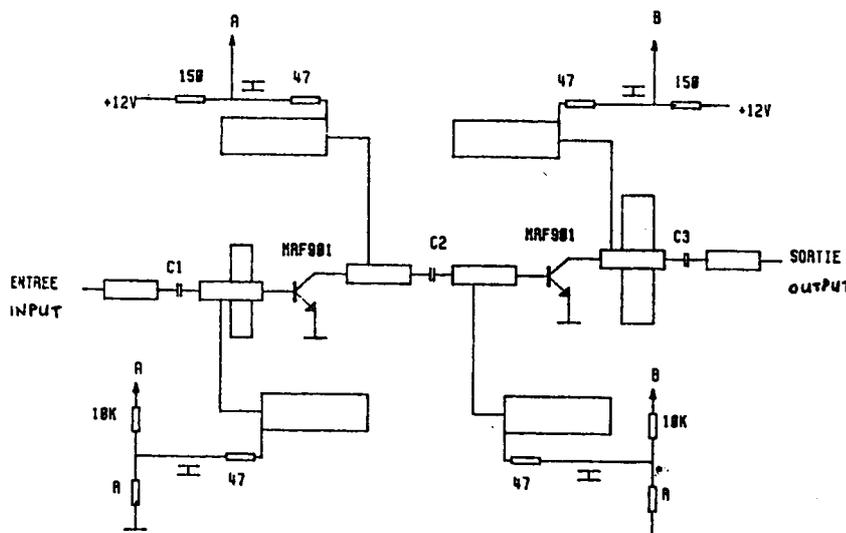

FIGURE 1:
E. This assembly, using standard components, can be used indifferently in transmitting or receiving. Diagram is given Fig. 1. Substrat is epoxy 16/10 double faced copperclad. The none pictured face stays entirely copperplated. Source and charge impedances are 50 Ohms. Under these conditions gain is around 22 dB and noise figure about 4dB. Printed lines permit wideband impedance matching without adjustments. This amplifier will therefore need to be preceeded and/or followed by filters if elimination of unwanted products is desired. It was judged better to separate filtering problems from amplification ones as it is easier to tune filters between the wellknown impedances (generally 50 ohms). Random use of filtering elements in a assembly (quarter wave and V.C. at end as example) maybe permits to realize an oscillator in some cases but rarely to obtain a reproducable stable amplifier. Resistances are wired on the copperplated face. Bypasses go through the pcb. 47 Ohms resistances stabilize unconditionally the amplifier. 73's and good traffic in UHF-SHF, Michel F6DZK.
D. In diesem 2-stufigen 23cm Verstärker finden Standard-Bauelemente Verwendung. Das Schaltbild ist in Fig. 1 dargestellt. Die Platine besteht aus doppelseitig kupferkaschiertem Epoxy 16/10. Auf der Rückseite bleibt die Kuperschicht bestehen. Die Ein- und Ausgangsimpedanz beträgt 50 Ohm, die Verstärkung etwa 22dB bei einer Rauschzahl von 4dB. Weil Stripline-Technik Breitbandigkeit bedeutet, sollte ein externes Filter zur Selektion vor- oder nachgeschaltet werden. Um Schwingneigungen entgegenzuwirken, wurde auf ein integriertes Filter auf der Platine verzichtet. Außerdem läßt sich ein Filter mit 50 Ohm Ein- und Ausgang besser abgleichen, als eines, was in der Schaltung unter undefinierten Impedanzen arbeitet. Die Widerstände sind auf der Leiterseite aufgelötet. Die Gleichspannungsverblockung geht durch die Platine zur Masseseite. Die 47 Ohm Widerstände wirken gegen Schwingneigung.